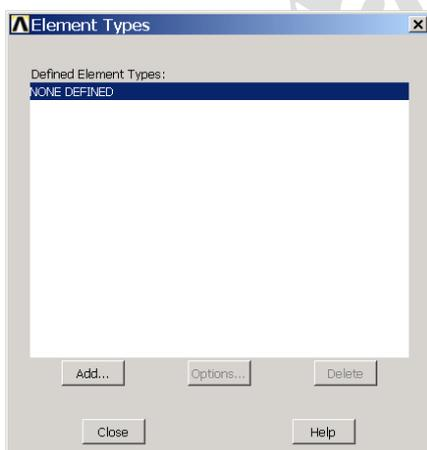

图4.1 单元类型对话框
(1)启动 ANSYS,单击 Main Menu> Preprocessor> Element Type> Add/Edit/Delete 菜单,弹出如图 4.1 所示的【Element Types】对话框。此时列表框中显示【NONE DEFINED】表示没有任何单元被定义。